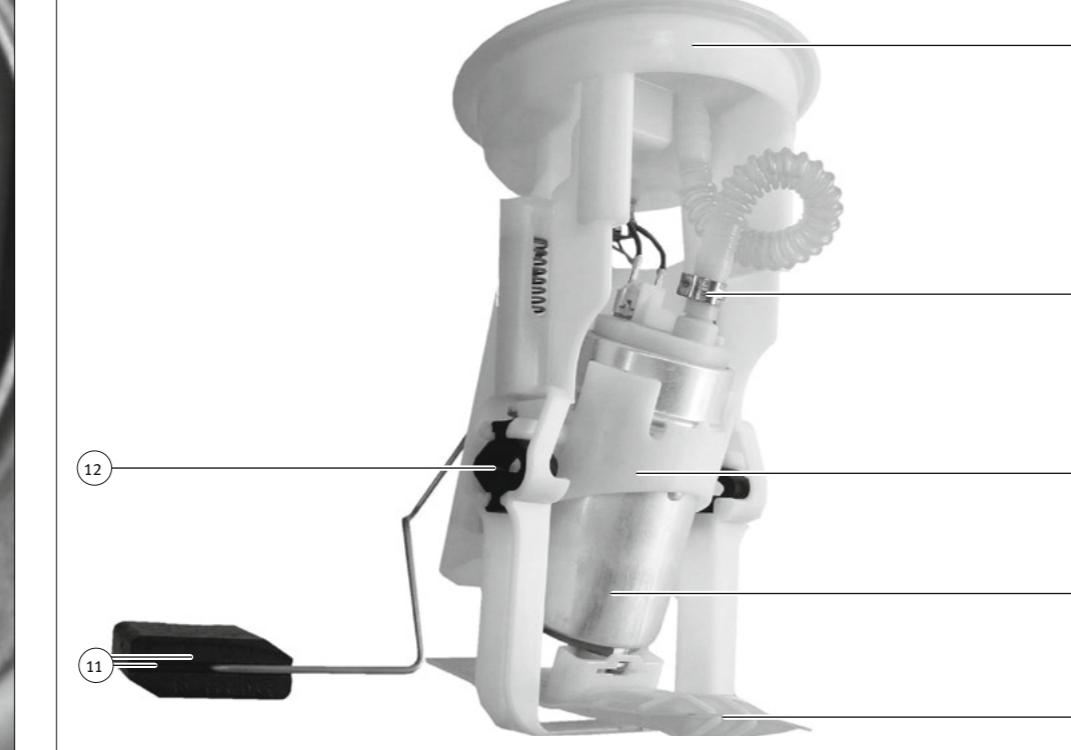

Abb. 2/Fig. 2/Puc. 2/图2
Al retirar la bomba (9) del soporte (8) dentro de la unidad de alimentación (6) (vea Fig. 2):
• Abra la abrazadera (7) y retire la manguera. No dañe la manguera de combustible.
■ En el extracción del tanque de combustible se extrae la bomba (9) del soporte (8) dentro de la unidad de alimentación (6).
■ La bomba (9) está alojada en un soporte (8) dentro de la unidad de alimentación (6) (vea Fig. 2).
■ Abra la abrazadera (7) y retire la manguera. No dañe la manguera de combustible.
■ Retire la bomba (9) con el soporte (8) de la unidad de alimentación (6).